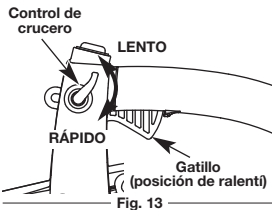

Fig. 13
- Una vez que el motor arranque y se caliente, apriete el gatillo para acelerar según sea necesario (Fig. 13).
- Para funcionamientos prolongados y eliminar la posibilidad de fatiga en el dedo, mueva el control de crucero a la posición RÁPIDO ("FAST") a fin de aumentar poco a poco, o mantener, la velocidad del motor de la unidad (Fig. 13). Cuando oprima el control de crucero, el gatillo retrocederá hacia la manija.
- Para disminuir la velocidad del motor, mueva el control de crucero a la posición LENTO ("SLOW") y el gatillo regresará a la posición de ralentí (Fig. 13).